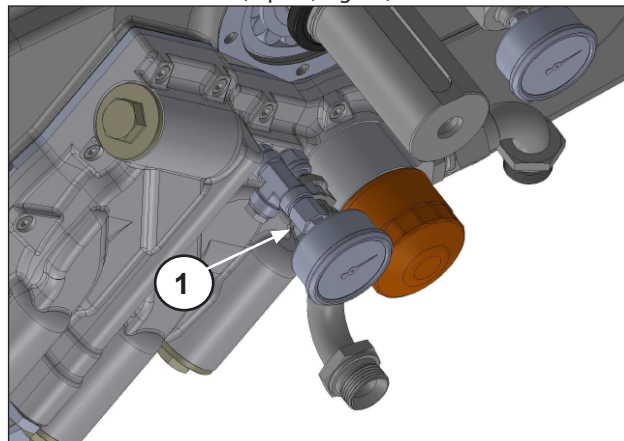

Fig. 14
Dévisser et déposer le manomètre, le raccord fileté, les raccords et le bouchon (rep. ①, Fig. 14).